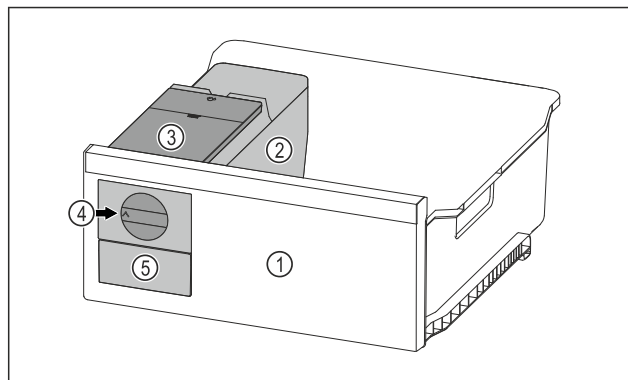

Fig. 179 Voorbeeld
- Draaiknop Fig. 179 (4) rechtsonder tot aan de aanslag draaien.
- Ijsblokjes vallen uit de ijsblokjeschaal in de ijsblokjeslade Fig. 179 (5).